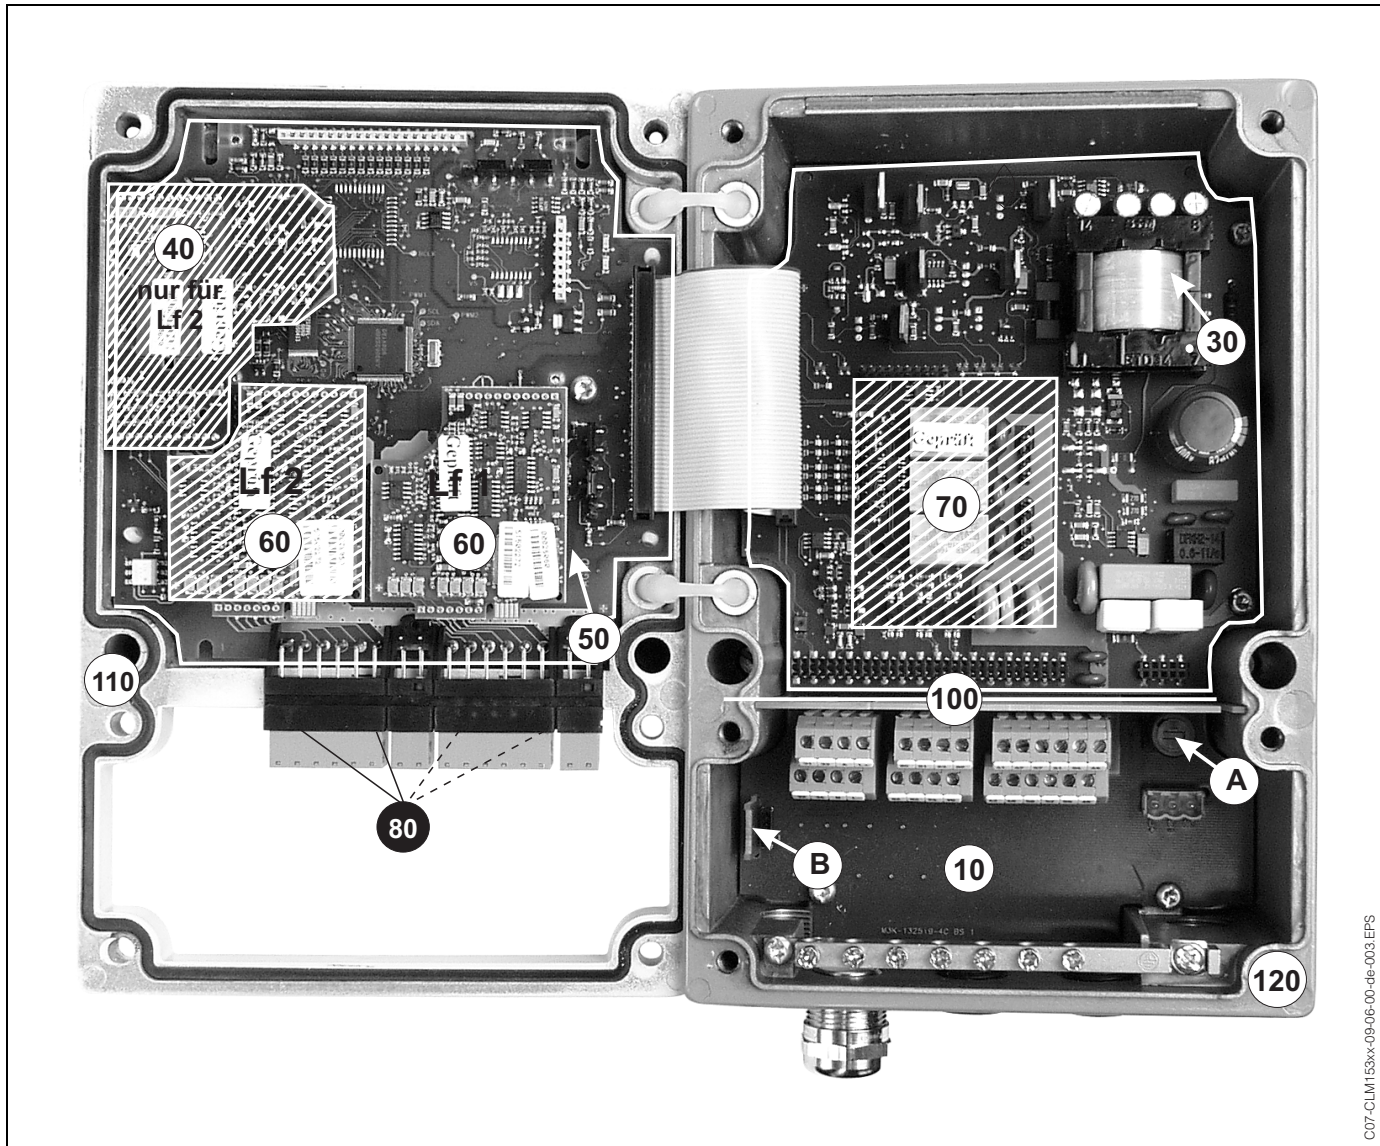

Abb. 34: Innenansicht des Messumformers Mycom S
- Position des Sicherungshalters: "A" in Abb. 34.